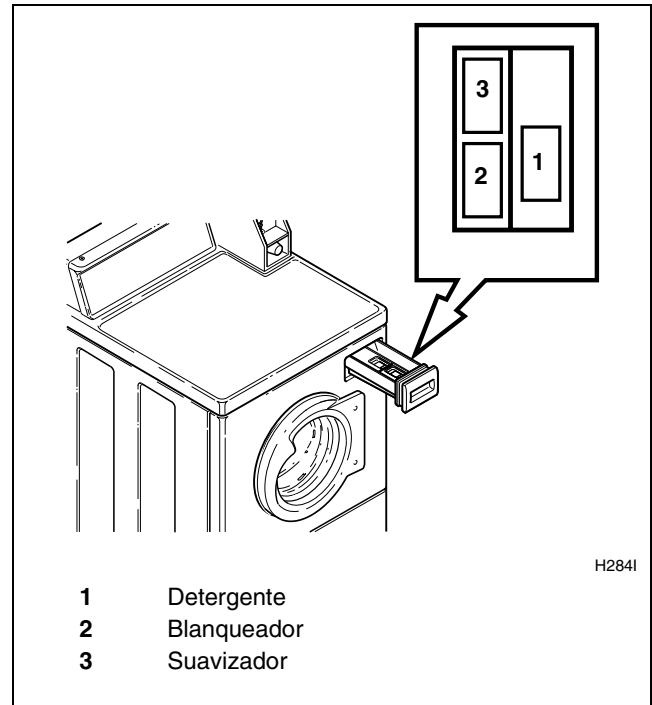

Figura 24
Abra la gaveta del surtidor. Mida y agregue detergente de baja espuma (1) blanqueador (2) y suavizador de tela (3) a la gaveta del surtidor (consulte la *Figura 24*). Cierre la gaveta del surtidor.